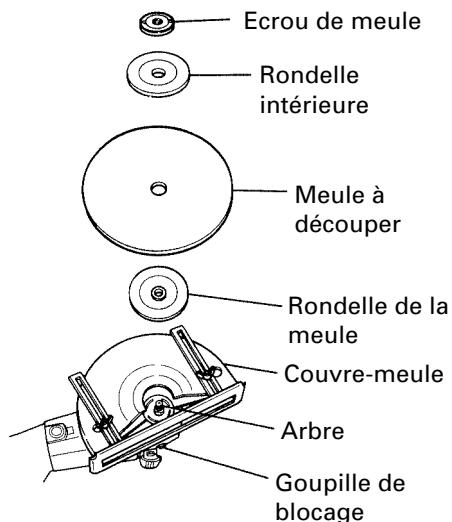

Fig. 2
Cotrôler que la goupille de blocage est bien dégagée en poussant deux ou trois fois sur celle-ci avant de mettre l'appareil sous tension (voir Fig. 2).
1. Montage (Fig. 2 et 3)
- (1) Retourner la machine de manière à avoir l'arbre dirigé vers le haut.
- (2) Poser la rondelle de meule sur l'arbre.
- (3) Ajuster la saillie de la meule à découper sur la rondelle de meule.
- (4) Poser la rondelle intérieure sur la meule à découper et visser l'écrou de meule sur l'arbre.
- (5) Introduire la goupille de blocage pour empêcher la rotation de l'arbre et serrer l'écrou de meule avec la clé accessoire, comme le représente la Fig. 2.